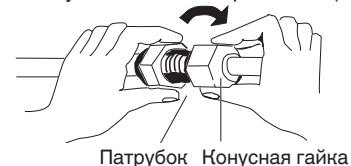

Рис. 5-5
- (3) Для выполнения надлежащего соединения установите трубу с патрубком и коническую трубу прямо друг напротив друга, затем сначала плотно закрутите конусную гайку, чтобы получить точное сопряжение. (Рис. 5-5)